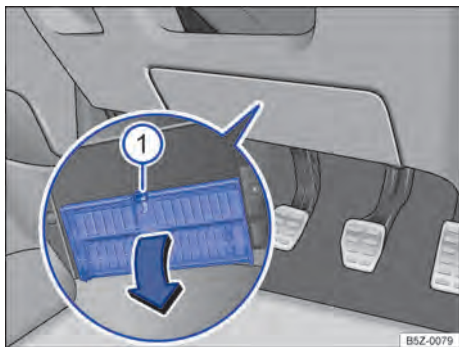

Fig. 159 No lado do condutor embaixo do painel de instrumentos: abrir a cobertura da caixa de fusíveis.
- **Abrir:** pressionar a alavanca de travamento → Fig. 159  até que a cobertura se abra.